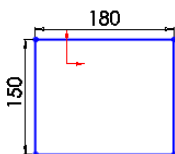

图 9-40 绘制矩形
①在左侧的“FeatureMannger 设计树”中选择“前视基准面”作为绘图基准面，然后单击“草图”工具栏中的“边角矩形”按钮，绘制一个矩形并标注矩形的智能尺寸，如图 9-40 所示。